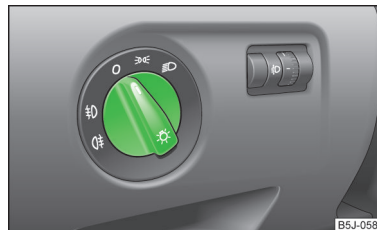

Fig. 23
Sui veicoli con **guida a destra** la disposizione degli interruttori è in parte diversa da quella qui » **fig. 23** a pagina 41 raffigurata. I simboli che contrassegnano le varie posizioni degli interruttori sono però uguali.
- Ruotare l'interruttore luci » **fig. 23** in posizione .
➤ Ruotare l'interruttore luci » fig. 23 in posizione 0.
➤ Ruotare l'interruttore luci in posizione 0 » fig. 23 a pagina 41.